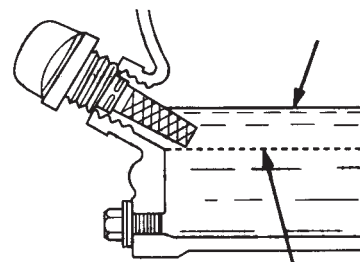

Figura 20. Vareta de medição do óleo do motor (nível de óleo)
4. Se o nível do óleo for baixo (Figura 20), encha até à extremidade do orifício de abastecimento de óleo com o tipo de óleo recomendado (Tabela 4).